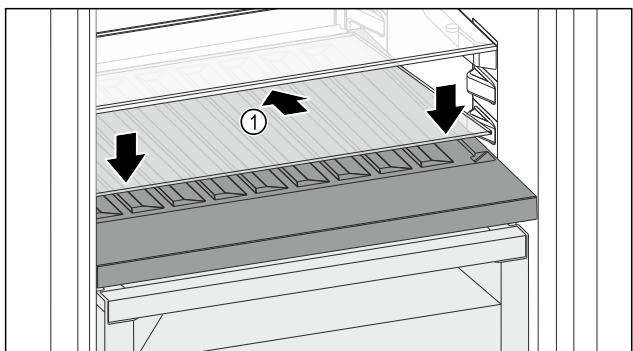

Fig. 151
- Vendosni pllakën e xhamit Fig. 151 (1) pjerrtas, dhe të anuar për poshtë në pjesën prapa.
- Ulni poshtë pllakën e xhamit Fig. 151 (1) përpara.